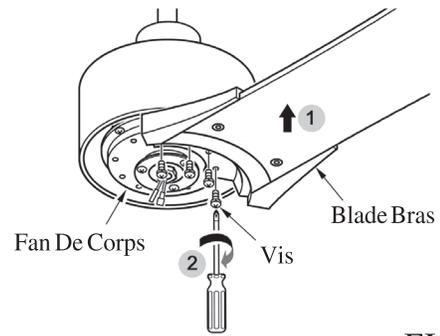

FIG.11
- Fixez chaque ensemble de pales au corps du ventilateur à l'aide des vis des supports de pale. Serrez-les soigneusement.(Voir fig.11)